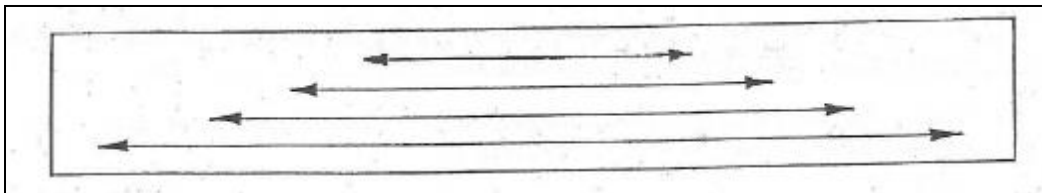

Figure 15
Affûter au centre en augmentant l'amplitude du mouvement à chaque passe pour finalement affûter la lame sur toute sa longueur (Fig.15.), cette méthode permet d'éviter d'arrondir la lame.
Start grinding from the middle of the blade and enlarge the amplitude at each pass to finally sharp the blade completely (Fig. 15), this working method allows avoiding the blade to curve.
- Les coupes doivent être de 0.001" ou de 0.002". Une avance de 3/16" du volant donne une avance de 0.001" du chariot (Fig. 15);